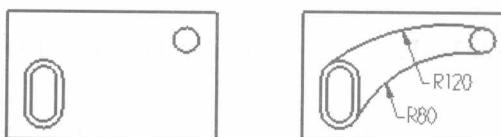

图1-21
**【练习1-21】：**打开附盘上的文件“1-21.MCX”，利用【Create】/【Arc】/【Create Circle Edge Point】命令，将图 1-21 中的左图绘制为右图。